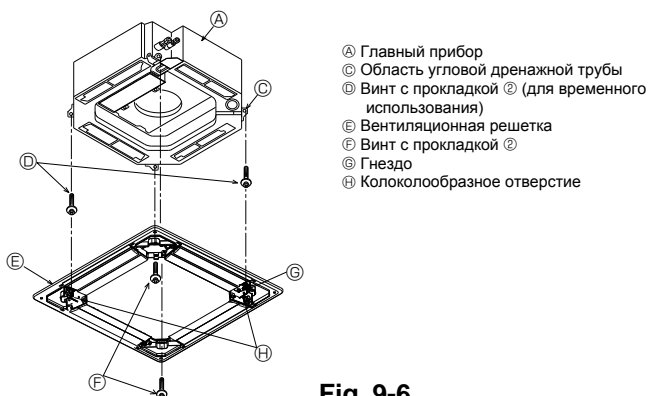

Fig. 9-6
9.4.2. Временная установка вентиляционной решетки (Fig. 9-6)